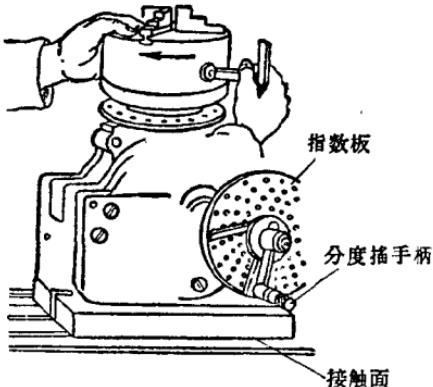

图14 分度头中心线
安装分度头的时候，可以利用分度头底面的平键，使平键跟工作台台面上的T形槽侧壁靠紧，并用螺钉压紧，以保证分度头主轴中心线跟工作台台面平行。为了铣削不同尺寸、类型的离合器，分度头主轴中心线可以调整成同工作台垂直、平行或成一定角度。图14是把
4. 分度头的调整 离合器上的每个齿和齿槽，都是通过分度头上的指数板（又叫分度板）来划分的，见图14。因此，在铣削前，要先按被铣削的离合器的齿数或角度进行计算，并调整好指数板的孔圆数，或换上能满足计算要求的孔圆数的指数板，然后根据计算所得的值，调整扇形规尺的位置。其计算公式如下：
(一) 将分度头安装在工作台面上，使分度头主轴和工作台面垂直（见图14），然后上紧。